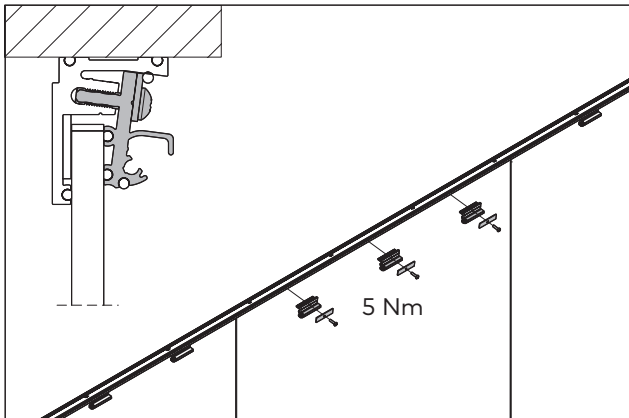

Abb. 8 Das Oberlicht befestigen
5. Das Oberlicht mit 3 Standard-Klemmstücken pro Meter befestigen (Abb. 8).